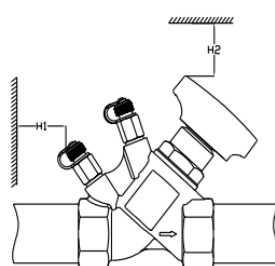

Рис.2
6. Следует предусмотреть свободное пространство вокруг клапана для его установки на трубопровод см. рис.2 и рис.3.